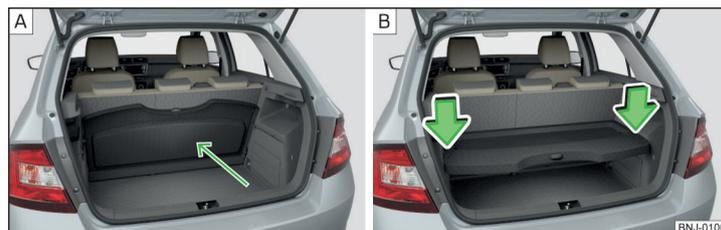

Fig. 87 Tablette du coffre à bagages : derrière les sièges arrière/rangée en position inférieure
La tablette démontée peut être rangée dans deux positions » fig. 87 à la page 91.
La tablette du coffre à bagages peut être rangée dans les positions suivantes » fig. 87
- Appuyez sur la partie supérieure de la tablette dans le sens de la flèche » fig. 87 - **B**.